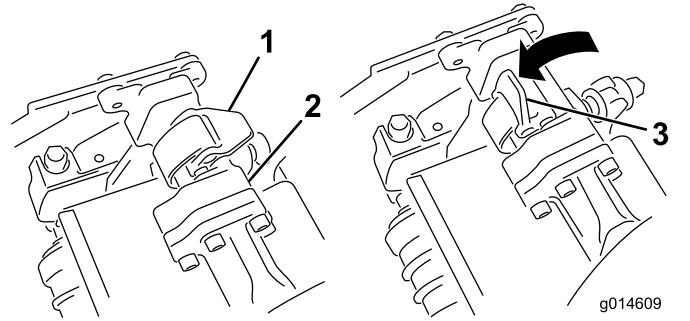
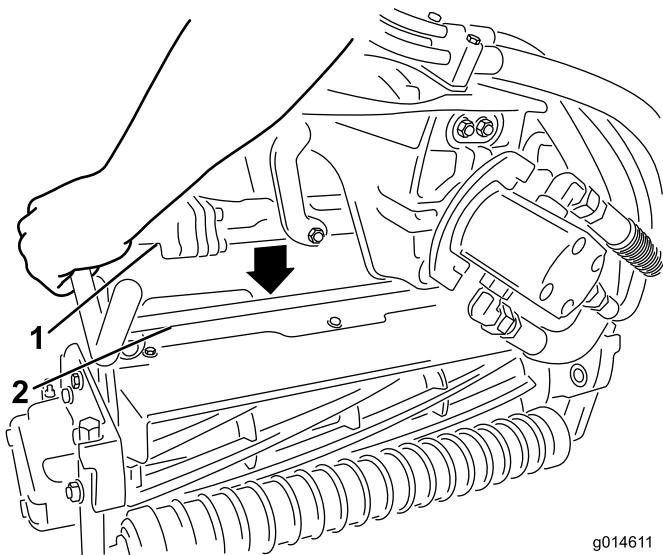

Bild 52
Bild 53
4. Öffnen Sie die Verriegelungen an der Aufhängearmstange (Bild 52) und drücken Sie den Aufhängearm nach unten, damit die Stange über beide Neigungsarme am Mähwerk liegt und stellen Sie sicher, dass die Verriegelungen unter die Querstange des Mähwerks greifen (Bild 53).
5. Drücken Sie die Riegel nach unten um die Schneideeinheitstange herum und arretieren sie (Bild 52).
6. Öffnen Sie die Riegel an der Aufhängearmstange der Schneideeinheit, die Sie entfernen möchten (Bild 52).